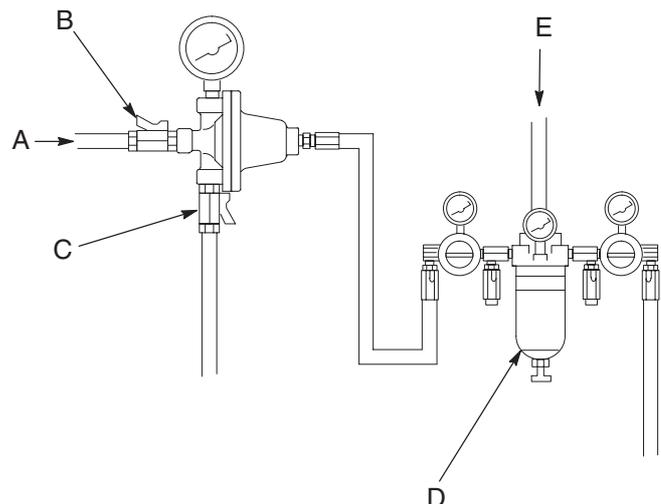

Fig. 2
1. Démarrer la pompe et ouvrir la vanne à bille à l'entrée du régulateur produit (B) pour admettre celui-ci sur le régulateur. Voir Fig. 2.
1. Arrêter la pompe. Fermer la vanne à bille à l'entrée d'air du régulateur. Voir Fig. 2 en page 5.